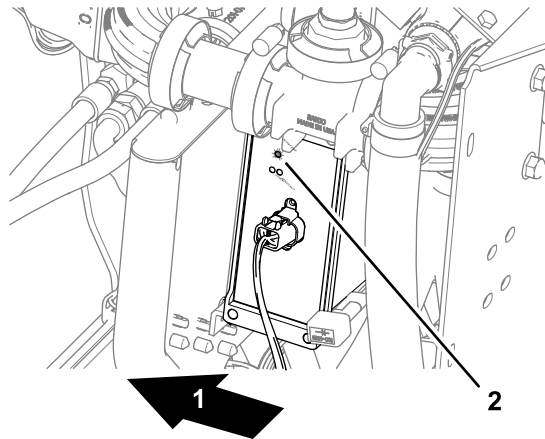

Figura 157
- Controlador automático de secção —o indicador ESTADO acende (Figura 157)